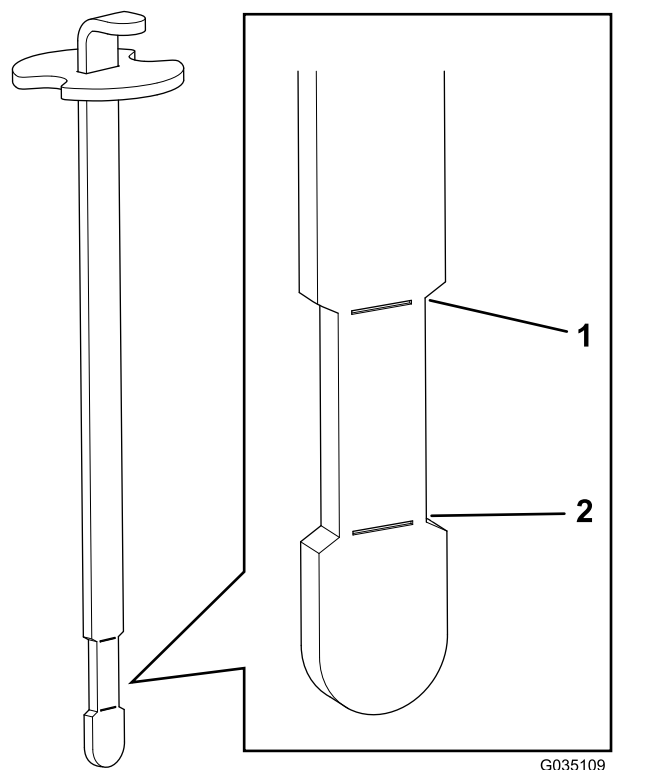

Figura 40
6. Inserite l'asta di livello nel collo del bocchettone, quindi estraetela e controllate il livello del fluido (Figura 40).